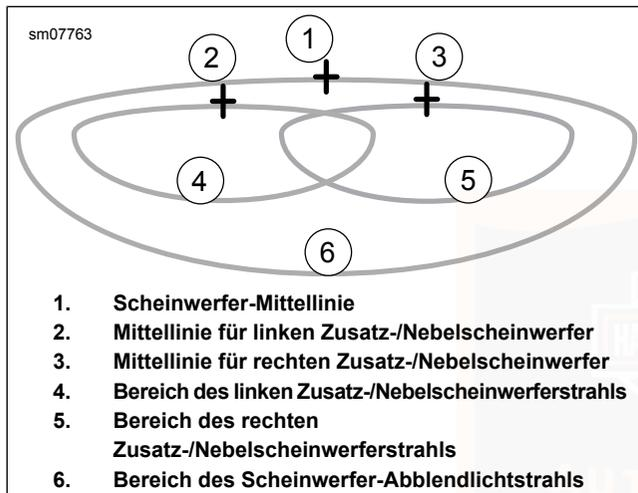

Abbildung 101. Scheinwerfer-Lichtmuster: LED-Typ mit Zusatz-/Nebelscheinwerfer
4. Siehe Abbildung 101. Die horizontalen und vertikalen Mittellinien (2, 3) der Zusatz-/Nebelscheinwerfer auf der Wand markieren.
7. Das Scheinwerferabblendlicht einschalten und den Scheinwerfer und den rechten Zusatz-/Nebelscheinwerfer abdecken. Den linken Zusatz-/Nebelscheinwerfer so einstellen, dass der gesamte hell beleuchtete Bereich (4) unter der Mittellinie liegt, wie in Abbildung 101 dargestellt.